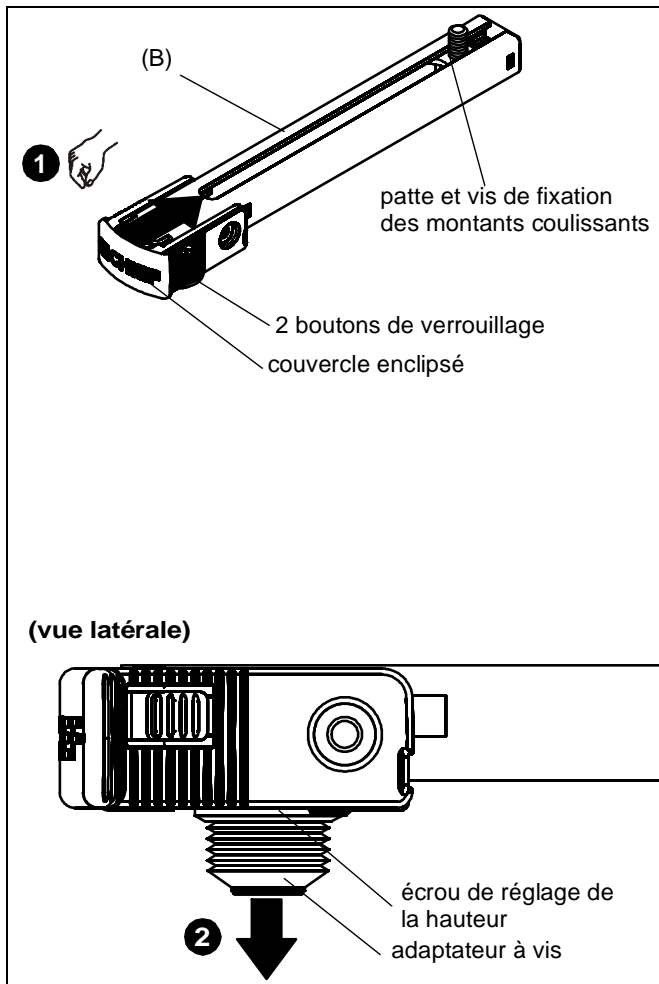

Figure 1
1. Appuyez fermement sur les boutons de verrouillage situés sur le pied SLBU/SLMU (B) en poussant simultanément le couvercle enclipsé vers la patte et la vis de fixation des montants coulissants fournis. (See Figure 1)
2. L'adaptateur à vis et l'écrou de réglage de la hauteur fourni seront relâchés. Mettre de côté pour une utilisation ultérieure. (See Figure 1)